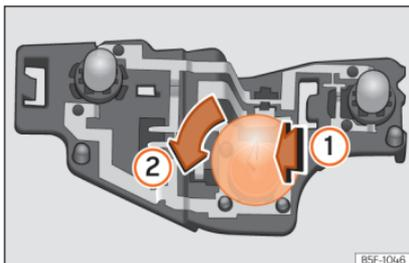

Abb. 118 Position der Glühlampen am Lampenträger.
- Drücken Sie die Lampe leicht in den Lampenträger **(1)**, drehen Sie sie anschließend nach links **(2)** **(3)** »» **Abb. 118**.